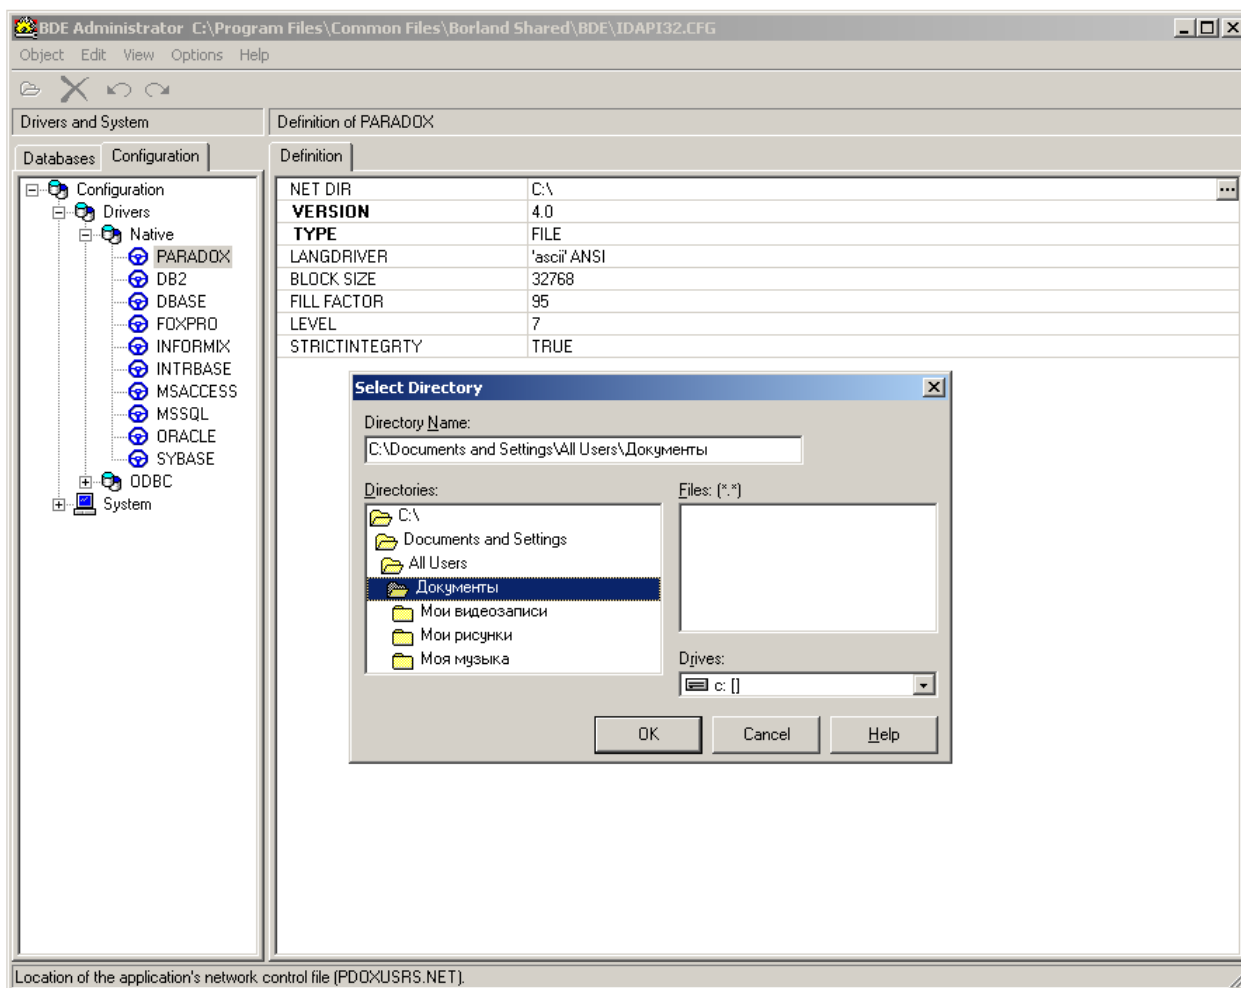

Рисунок 17
–в открывшемся окне «**BDE Administrator**», рисунок 17, перейдите на закладку «**Configuration**», в дереве параметров выберите: «**Configuration**»/«**Drivers**»/«**Native**»/«**PARADOX**»;